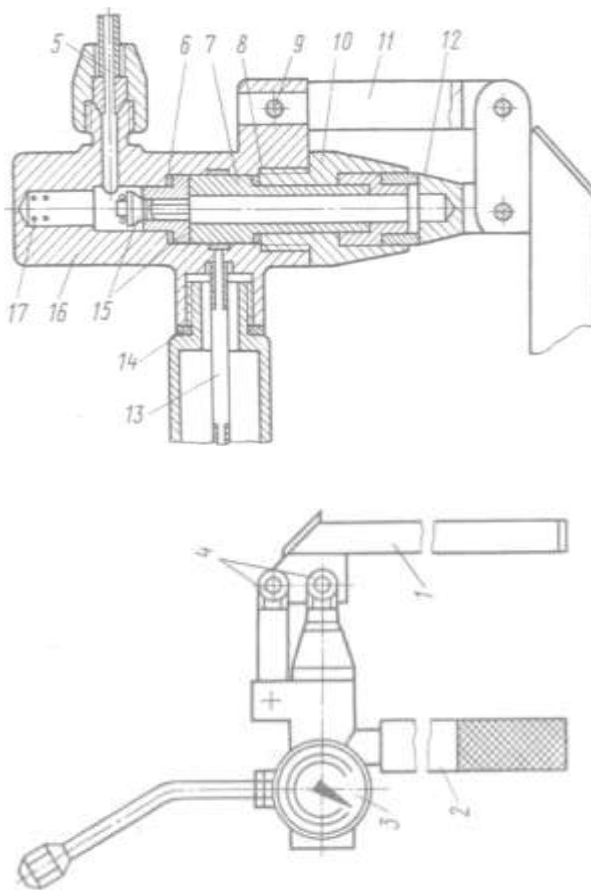

Рис.22 Приспособление для проверки форсунок и прецизионных пар топливного насоса КИ-16301А
5. Изучить приспособление КИ-16301А (рис. 22) предназначенное для диагностирования элементов топливных аппаратов дизелей